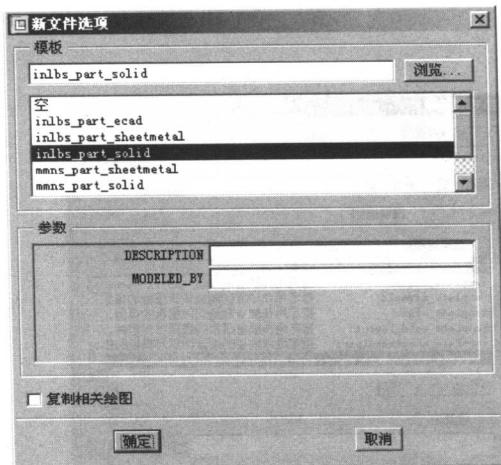

图 0.9 【新文件选项】对话框
(2) 在弹出的【新文件选项】对话框中选择公制模板 mmns_part_solid，如图 0.9 所示。
(3) 单击【确定】按钮，回到【新建】对话框，单击【确定】按钮，即应用公制模板。
在如图 0.9 所示的对话框中，系统提供了多种模板类型。